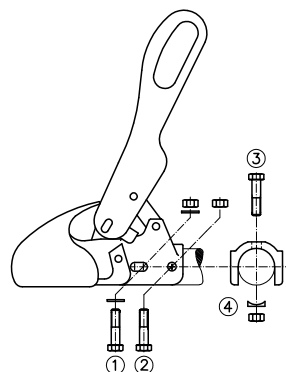

Рисунок 3: присоединение
Шестигранный болт M12x80 для продольного соединения с самоподтягивающейся гайкой (2) или для перекрестного соединения с самоподтягивающейся гайкой (3) и упором (4). Крепежный материал (1, 2, 3) входит в комплект поставки, упор (4) нет. Тягово-сцепные устройства WS 3000-H/L/ L B это специальное исполнение для набегающих тормозов и монтируются перекрестно-болтовым соединением (1)+(3) с шагом отверстий **40 мм.** (Рисунок 3).
2.2 Если тягово-сцепное устройство WS 3000/3500 используется в качестве замены другого сцепного устройства, то при накатных устройствах следует обратить внимание на то, чтобы бамперы были установлены на место согласно предписаниям и чтобы вероятно имеющиеся распорные трубки были вставлены правильно. В качестве вспомогательного средства для WS 3000-D просим использовать входящие в комплект поставки штифты Ø 12x34 мм или Ø 12x49 мм в зависимости от диаметра дышла прицепа. Для WS 3500-D Ø 14x63 мм использовать штифты как пробой при демонтаже крепежного болта (2) или (3) (Рис. 3) в зависимости от вида крепления бампера и во время монтажа/демонтажа ТСУ вставлять в трубу дышла для центровки бампера. При установке нового крепежного болта штифты следует удалить.